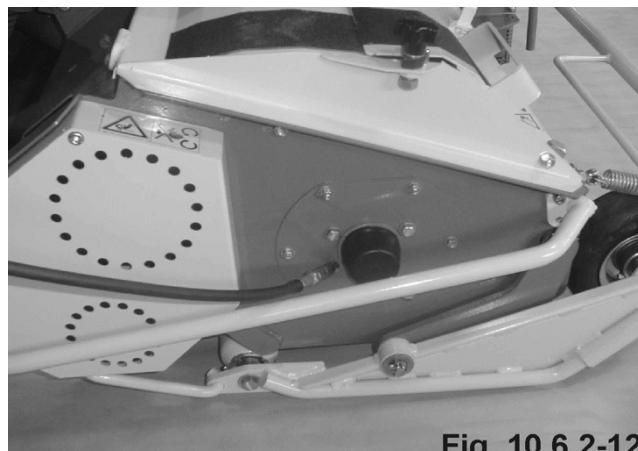

Fig. 10.6.2-12
- Регулировка высоты (рис. 10.6.2-13)